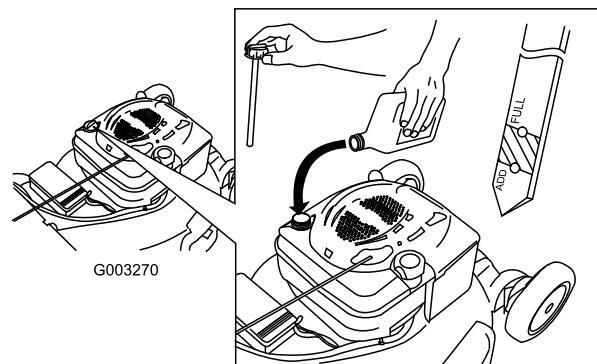

Figura 8
1. Retire la varilla (Figura 8).
2. Vierta **lentamente** aceite en el tubo de llenado hasta que el nivel llegue a la marca "Full" (lleno) de la varilla (Figura 8). **No llene demasiado.** (Capacidad máxima: 0,59 l (20 onzas), tipo: SAE 30W, aceite detergente con clasificación de servicio API SF, SG, SH, SJ, SL o superior.)